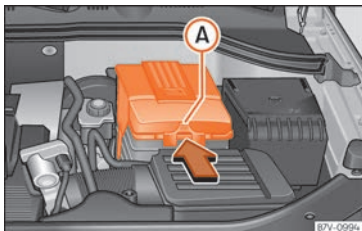

Abb. 298 Im Motorraum: Abdeckung für die Fahrzeugbatterie abnehmen.
- Bei einer Abdeckung: Auf die Lasche »» **Abb. 298** in Pfeilrichtung drücken und Abdeckung nach oben abnehmen.